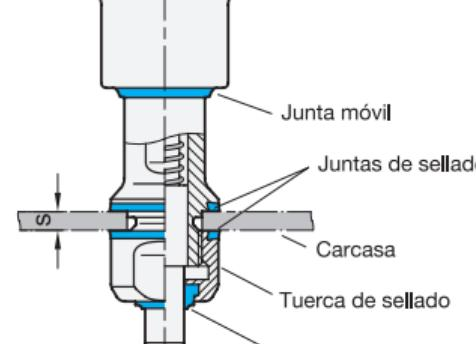

Imagen 1
- El posicionador de muelle solo puede utilizarse en combinación con la junta de sellado facilitada. La junta tiene forma cónica y por lo tanto debe comprobarse que se coloca en la posición correcta (imagen 1).
- También debe prestarse atención a la longitud de sujeción adecuada para conseguir un sellado correcto (imagen 1).
- La posición de montaje que puede verse en la imagen 1 garantiza la eliminación automática de los líquidos.